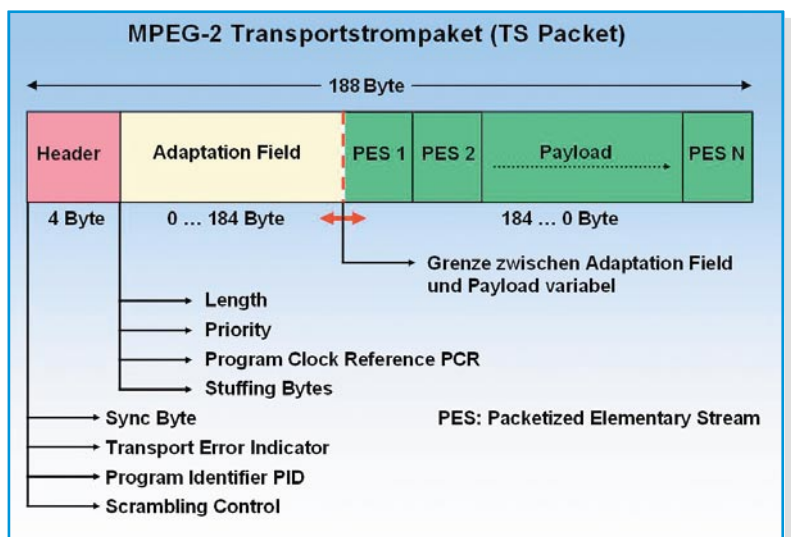

Bild 30: Der Aufbau eines MPEG-2-Transportstrompakets mit 188 Byte Länge
Der Aufbau eines MPEG-2-Transportstroms ist sehr komplex (Abbildung 30). Er besteht aus einer Aneinanderreihung von TS-Paketen mit 188 Byte Länge, ergänzt durch weitere System- und Dateninformationen, auch Service-Informationen (SI) genannt. Darin enthalten sind Informationen wie der Presentation Time Stamp (PTS), der für den richtigen zeitlichen Ablauf der Bilder sorgt. Wir erinnern uns, dass die B-Frames auf dem vorangegangenen I-Frame und den folgenden P-Frames beruhen. Also müssen diese bereits vorliegen, wenn der Decoder mit dem Aufbau der B-Frames beginnen will. Der PTS sorgt nun dafür, dass die Präsentation der Frames wieder in der richtigen Reihenfolge erfolgt. Auch die Daten, die der decoderinterne elektronische Programmführer EPG (Electronic Program Guide) benötigt, sind